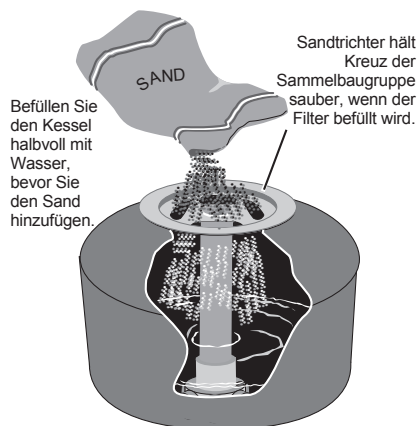

Abbildung 4
1. Damit kein Sand in die Sammelbaugruppe gerät, platzieren Sie den Sandtrichter aus Plastik über dem Sammelrohr, bevor Sie Sand in den Filter füllen. (siehe Abbildung 4).